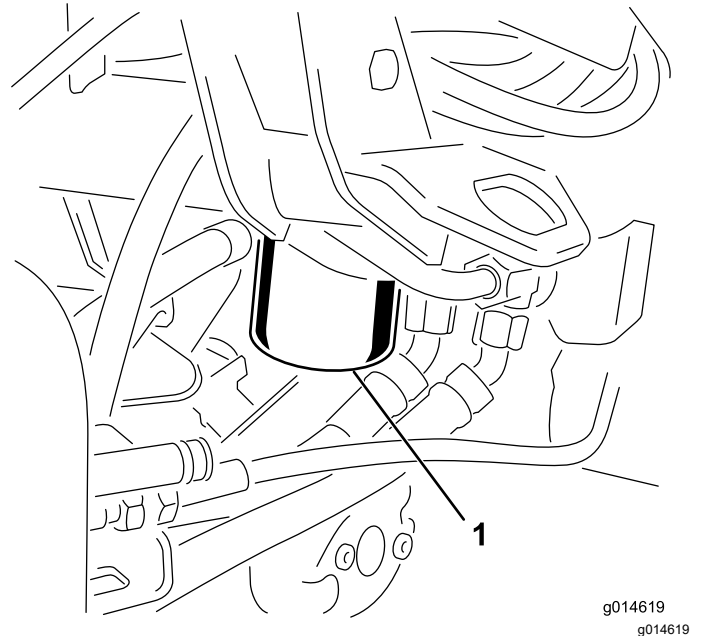

Bild 45
1. Reinigen Sie den Anbaubereich des Filters (Bild 45). Stellen Sie eine Auffangwanne unter den Filter und entfernen den Filter.